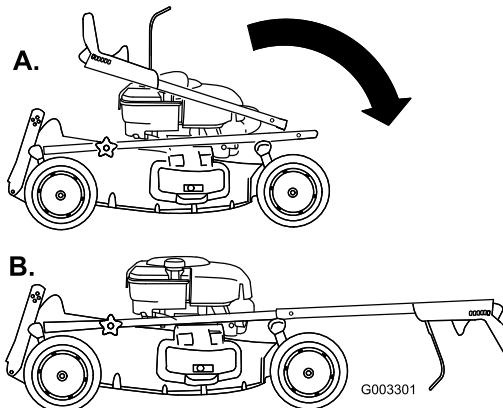

Figura 3
- Mueva con cuidado el manillar superior hacia adelante y coloque los extremos sobre el manillar inferior de manera que queden alineados y encajados (Figura 3).